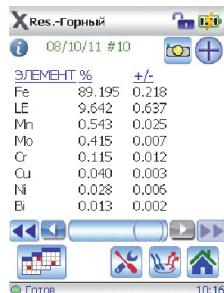

Рис. 6-4 Результаты
10. Коснитесь значка Спектр (спектрограмма) для просмотра специфических результатов (см. Рис. 6-4 на стр. 17).